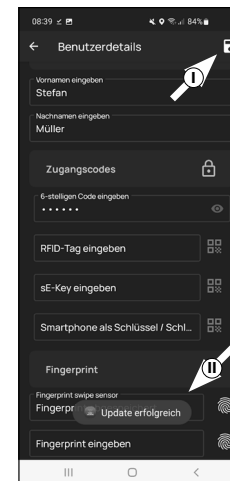

Fig. 17
8 Pour finir, appuyez en haut à droite sur « Mémoriser » (I) (Fig. 17). Vous voyez apparaître une infobox avec « mise à jour réussie » (II) (Fig. 17).